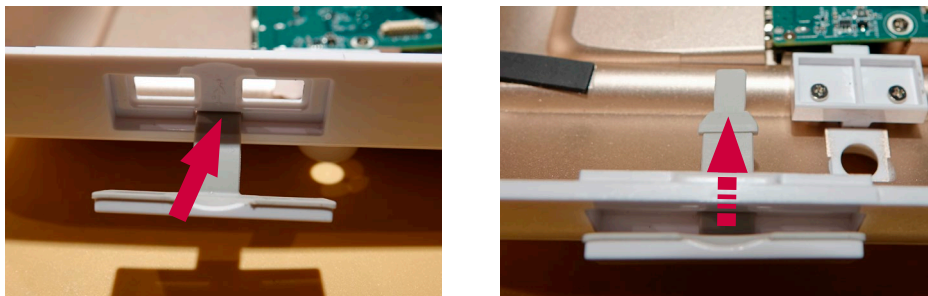

Bild 26 Sätta dit ett nytt USB-lock
- b) För in det nya USB-locket från utsidan av höljets baksida. Använd en spårskruvmejsel för att försiktigt skjuta den vikbara delen på plats, var försiktig så att gummit inte skadas (bild 26)